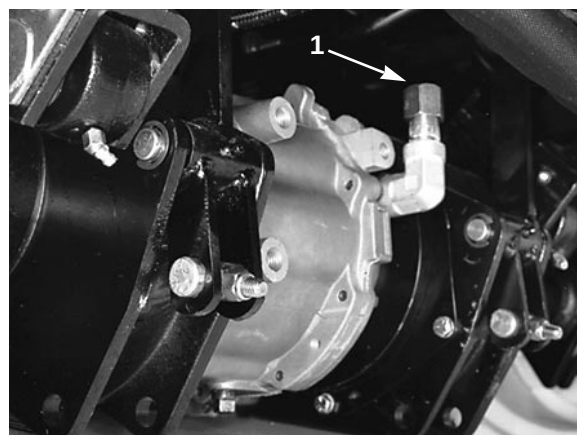

Fig. 7
3. Skru peilepinnens lokk (fig. 7) av påfyllingshalsen og tørk den ren med en klut. Skru lokket godt på påfyllingshalsen, men kun med fingrene. Skru av peilepinnen og undersøk oljenivået. Hvis det ikke ligger innen 12 mm fra merket på peilepinnen, må du etterfylle til oljen når dette merket. FYLL ALDRI MER ENN 12 mm over merket.